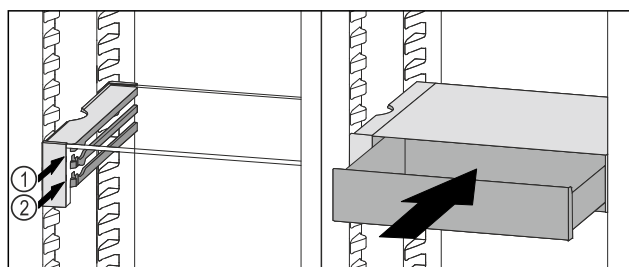

Fig. 116
- Predal VarioSafe namestite za zaustavljalnimi elementi na željeni nastavek Fig. 116 (1) ali Fig. 116 (2).